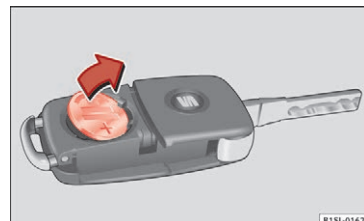

Fig. 100 Bilnøgle: udtagning af batteri
- Vip batteriet ud af batterirummet med en egnet, tynd genstand »» Fig. 100.
- Sæt et nyt batteri i som vist på billedet »» Fig. 100, og tryk det ind i batterirummet modsat pilens retning »» ①.